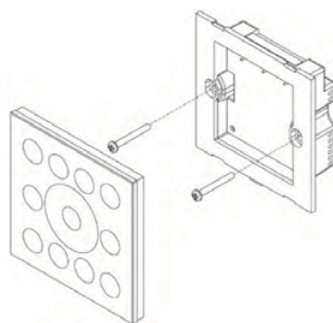

Рис.2.
- 3.7. Аккуратно установите лицевую панель на место (рис. 2).